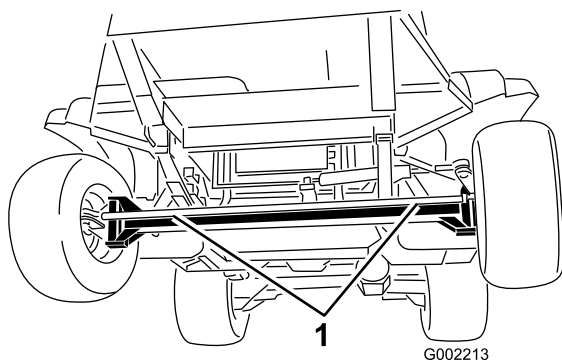
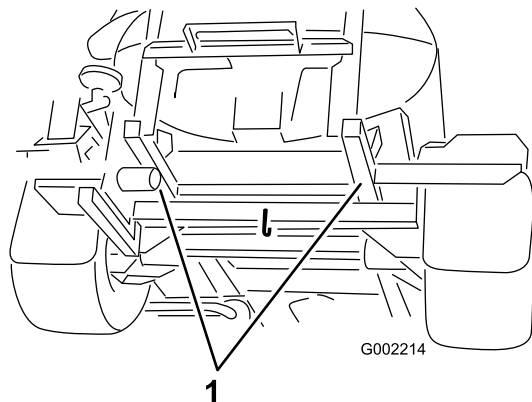

図 94
図 95
4. 牽引ロープを取り付ける車両前後のロープ掛けポイントについては 図 94 と 図 95 を参照。